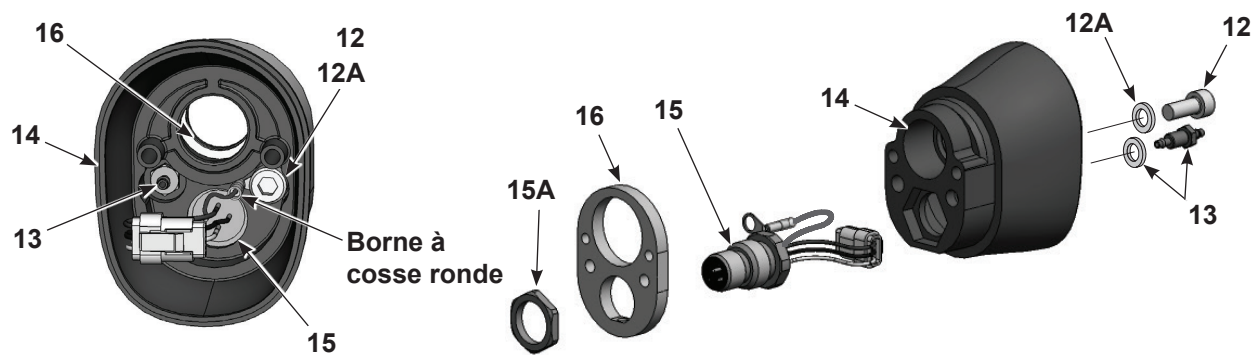

Figure 7-6 Démontage du pistolet de pulvérisation à fixation sur tube 5 sur 5
18. Voir la Figure 7-6. Pour démonter l'arrière du corps, retirer la vis (12) et le raccord cannelé (13) de l'intérieur de l'arrière du corps du pistolet de pulvérisation (14). Une clé hexagonale de 3 mm et une douille profonde 1/4" sont nécessaires.
19. Retirer l'écrou (15A) de la prise, retirer la plaque de mise à la terre (16) de l'arrière du corps du pistolet de pulvérisation et faire passer le faisceau de la prise à travers le corps.
**NOTE :** Lors du remontage, fixer la borne de terre à cosse ronde à l'arrière du corps du pistolet de pulvérisation avec la vis (12) et la rondelle frein (12A) et serrer la vis à un couple de 2,5 N•m (22 inch-lb).